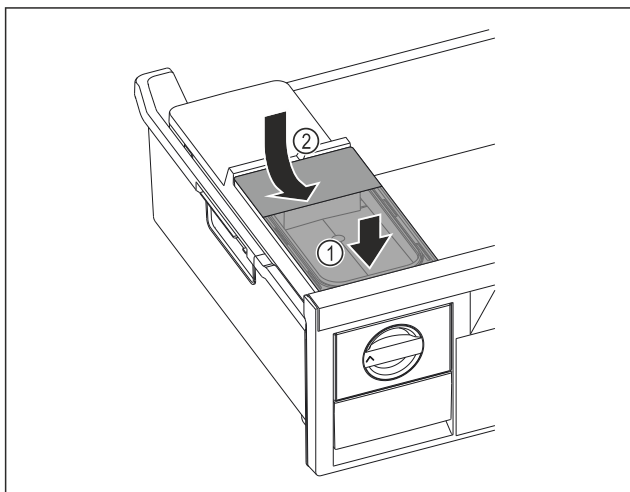

Fig. 99
- ▶ 放置水箱前部。 Fig. 99 (1)
- ▶ 放下水箱后部。 Fig. 99 (2)